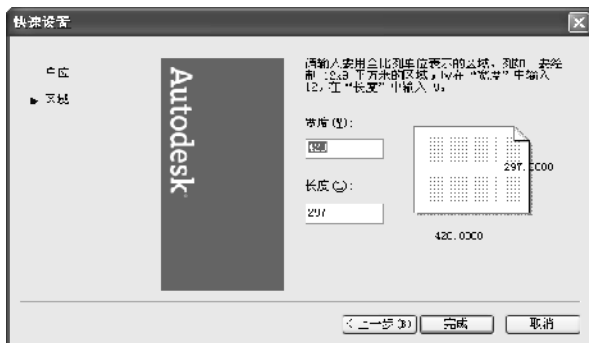

图 1-7 设置绘图区域
(2) 指定绘图区域（如图 1-7 所示） 在编辑框“宽度”和“长度”中分别输入绘图区域的宽度和高度值。默认值分别是 420 和 297，即工程制图国标中的 A3 图纸幅面。单击【完成】按钮关闭该窗口，结束绘图参数的设置。